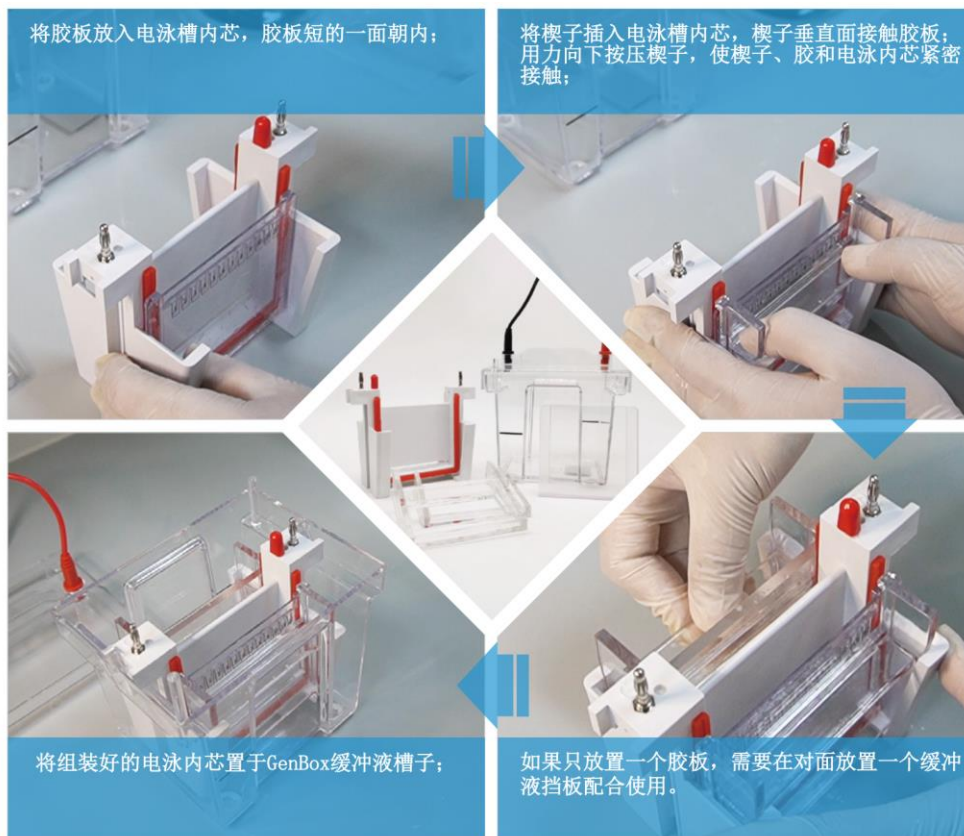

图 2. GenBox™ Mini Electrophoresis tank 使用方法 (产品货号: L00780)
3.2 将胶板放入凝胶电泳装置中，向电泳装置内槽中加满 1 × MOPS 电泳缓冲液，在外槽中加入适量电泳缓冲液；（如图 2）